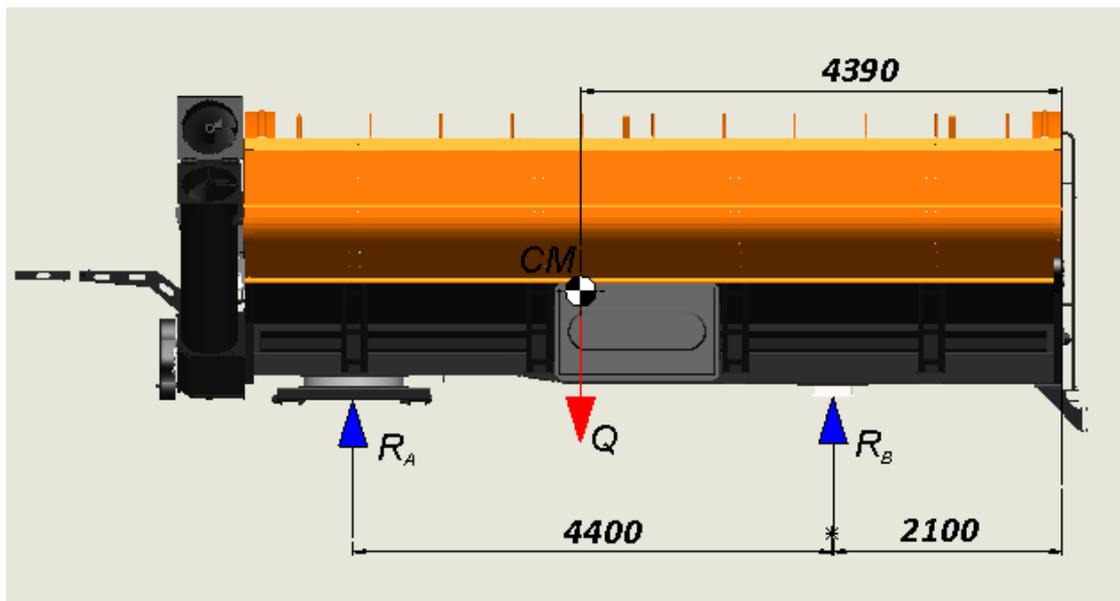

Fig.5.1 Acoplado sin carga
- Peso del acoplado sin carga, (Q), siendo R_A y R_B , respectivamente el peso distribuido sobre los ejes delantero y trasero; Fig.5.1